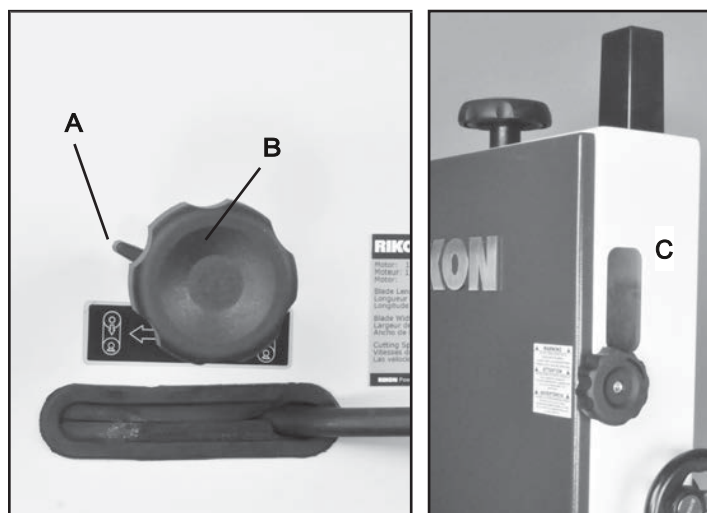
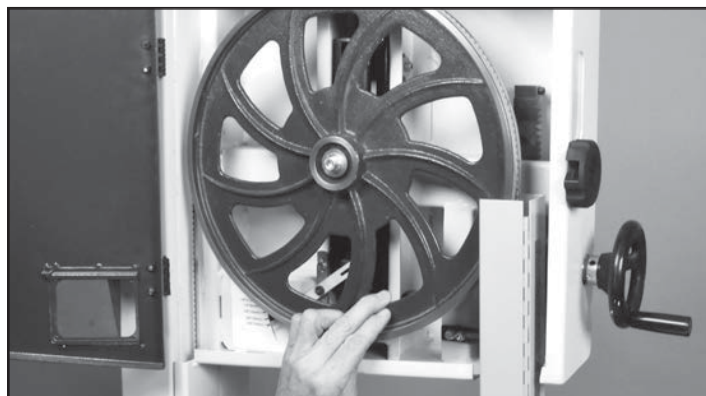

FIGURE 14
FIGURE 15
1. Ouvrez les deux portes. A l'arrière de la machine, desserrer le levier de verrouillage (# 22C, La figure 14, A) en tournant dans le sens inverse des aiguilles.
2. Tournez la lame de suivi poignée (# 23C, Fig. 14, B) dans le sens horaire ou anti-horaire, tout en même temps tournant avec précaution la roue supérieure (# de 24E) à la main. Fig. 15. Vérifier le suivi de la lame sur la roue à travers la vitre latérale (Fig. 14, C). Faire au moins trois rotations de la roue ou jusqu'à ce que les pistes de lames centrées sur la roue.